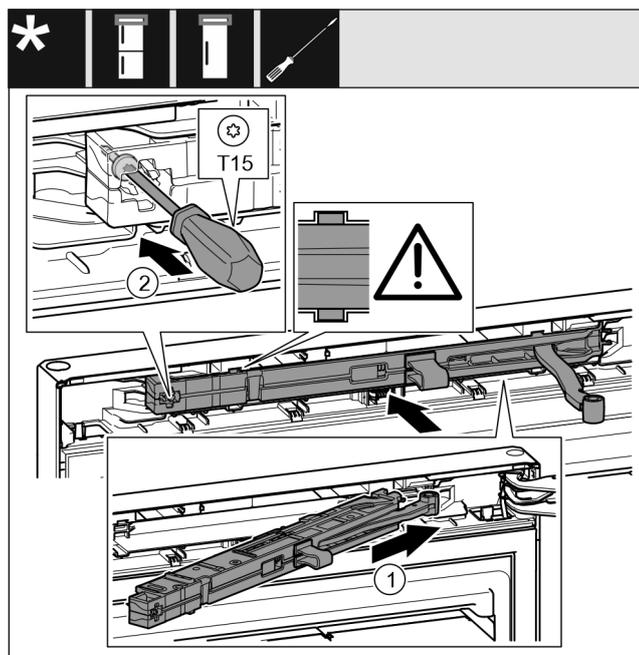

Fig. 29
- ▶ Inserire in diagonale l'unità dell'ammortizzatore di chiusura Fig. 29 (1) nel vano sul lato del blocco di supporto fino a battuta.
- ▶ Stringere la vite Fig. 29 (2) con un cacciavite.